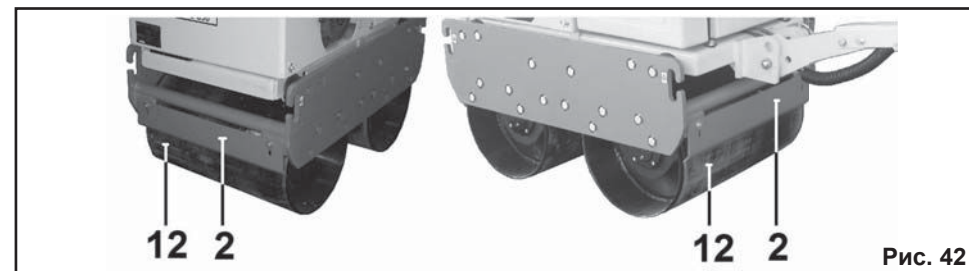

Рис. 42
11.1. Убедитесь, что скребок (2) не забит грязью, не деформирован и не поврежден каким-либо другим способом. Отрегулируйте зазор между скребками (2) и передним и задним вальцами (12) (Рис. 42).